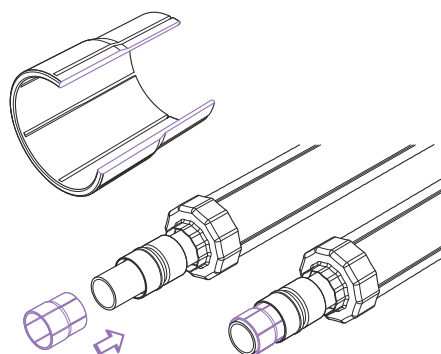

Рис. 4.5.4
5. Надвинуть втулку полимерную на конец напорной трубы таким образом, чтобы узкая часть втулки была направлена в сторону гильзы подвижной (рис. 4.5.4).